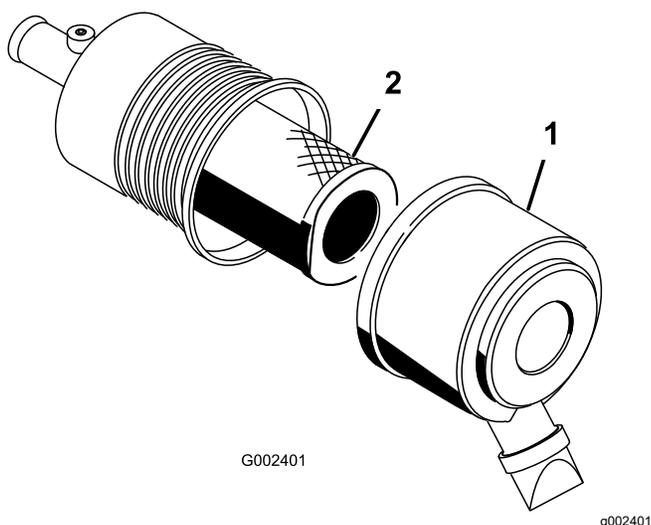

図 33
1. エアクリーナのラッチを外し、ボディーからカバーを抜き出す 図 33。
3. エアクリーナのボディーから、フィルタをすずかに引き出す (図 33)。
5. フィルタをゆっくり押し込むようにしてボディチューブに取り付ける 図 33。
6. 上下方向を間違えないように、エアクリーナカバーを正しく取り付け、ラッチを掛ける 図 33。